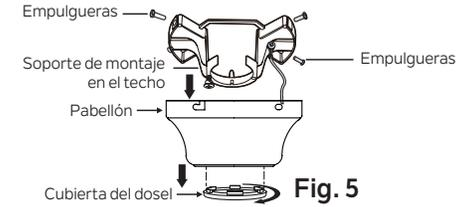

Fig. 5
Paso 1. Retire la cubierta inferior del dosel decorativo del dosel. (Fig. 5)
Paso 2. Afloje los cuatro tornillos en la parte superior de la cubierta. Retire los dos tornillos sin ranura y afloje los tornillos ranurados. Esto le permitirá quitar el soporte de montaje en el techo. (Fig. 5)
Paso 3. Retire el soporte de montaje del techo del dosel aflojando los dos tornillos en la parte inferior del soporte de montaje del techo. Gire el dosel en sentido antihorario y retírelo. (Fig. 5)